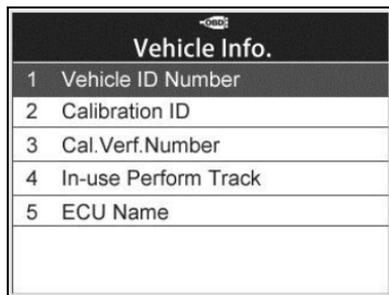

Imagen 6.27
- 2) Espere hasta que el instrumento de diagnóstico muestre el menú de **información del vehículo**. (Imagen 6.27)